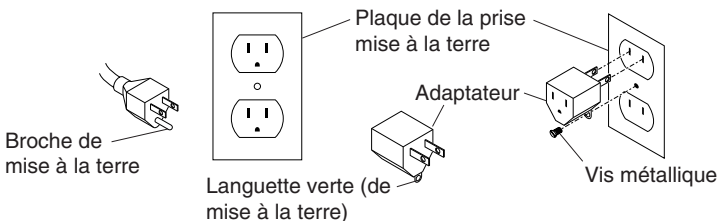

Figure 1
4. Assurez-vous que l'outil est bien mis à la terre lorsque vous l'utilisez. Cela protège l'utilisateur contre les chocs électriques. Cet outil est doté d'un cordon à trois fils et d'une fiche à trois broches, mis à la terre. Branchez seulement l'outil dans une prise à trois orifices, mise à la terre. Le fil vert (ou les fils vert et jaune) du cordon sont réservés à la mise à la terre. Vous ne devez jamais brancher la fiche de mise à la terre dans l'orifice sous tension d'une prise électrique. Si vous devez vous servir d'une prise à deux orifices seulement, utilisez un adaptateur (consultez la Figure 1). Fixez la languette verte (de l'adaptateur) à une mise à la terre permanente. Vous pouvez la fixer au moyen d'une vis métallique à la boîte électrique, si celle-ci est bien mise à la terre (consultez la Figure 1).